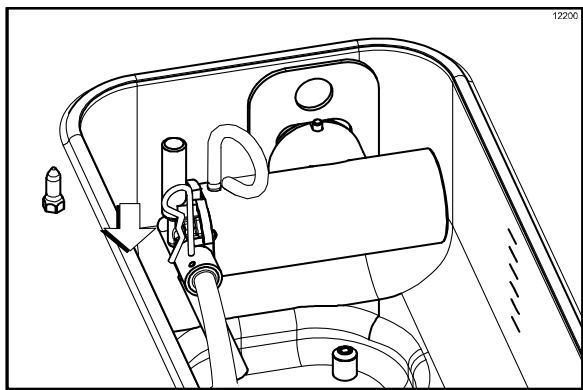

Рисунок 166
2. Когда смесь прекратит пузыряться поступать в морозильный цилиндр, снимите шплинт с выходного штуцера насоса для смеси. Вставьте выходной конец трубки подачи смеси во входное отверстие смеси (в бачке для смеси). Установите входной конец трубки подачи смеси во выходной фитинг насоса для смеси. Закрепите с помощью шплинта. (См. рис. 166)